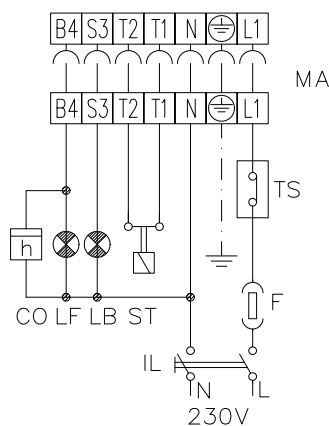

Рис. 5b
- выполнить электрические соединения к клеммной коробке подачи питания, согласно схеме на Рис. 5а и на Рис. 5b;